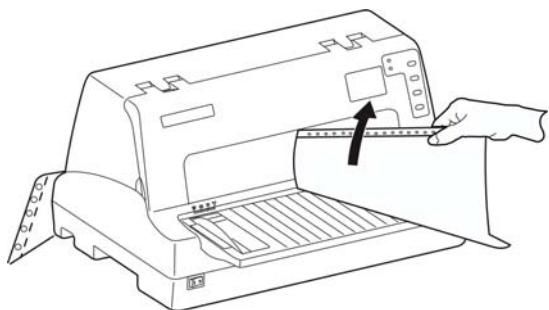

图 3-11 撕连续纸
- 打印机的出厂默认设置已开启进纸至撕纸位功能。打印完毕后，打印机自动将连续纸的页缝送至撕纸位置。此时，用手将纸张沿打印机前盖边缘（切纸边）撕开（如图 3-11 所示）。撕连续纸前，如果纸张的页缝未正确对准打印机前盖边缘，请调整撕纸位置（参考“第四章 控制面板”中的“调整撕纸位置”部分）。